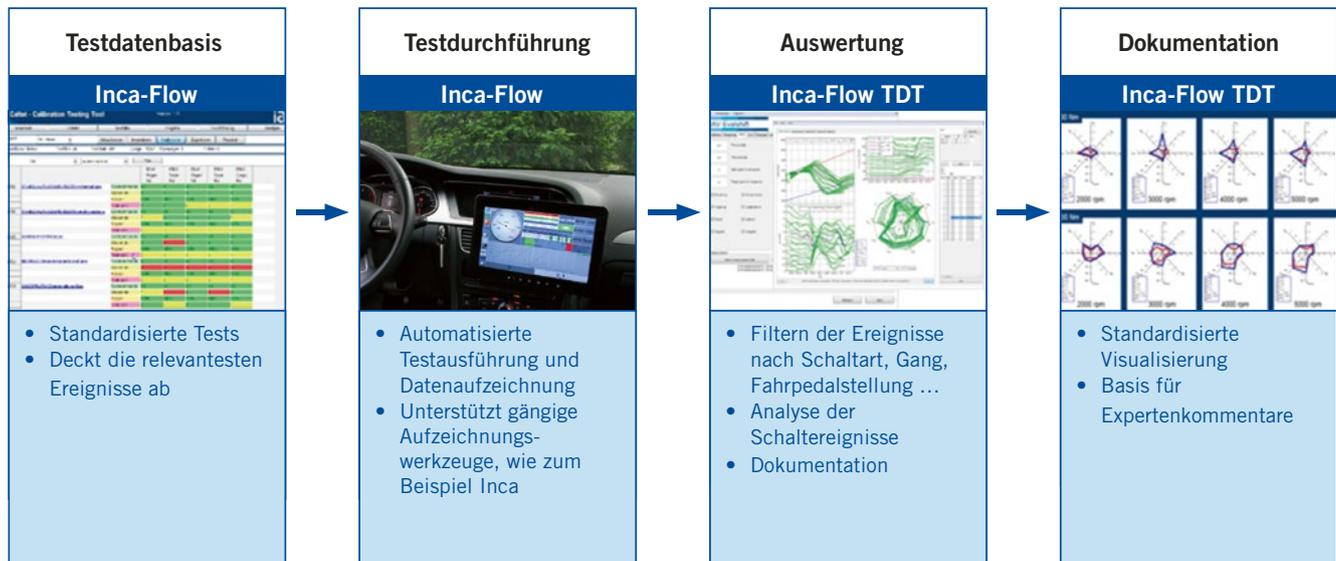

BILD 3 Arbeitsschritte bei der Applikation des Fahrverhaltens (© Etas)
- Schaltablauf (TDT): Abhängig von der Schaltungsart (Zug-Schub-, Hoch-Rück-Schaltung sowie Stand- und Freilaufschaltungen) ergeben sich, je nach Getriebekonzept, unterschiedliche typische Beschleunigungsverläufe. Grundsätzlich besteht dabei ein Zielkonflikt zwischen Schaltzeit und Komfort beziehungsweise Sportlichkeit und Komfort, **BILD 3**. Algorithmisch werden anhand der Signalverläufe die unterschiedlichen Schaltarten erkannt und typische